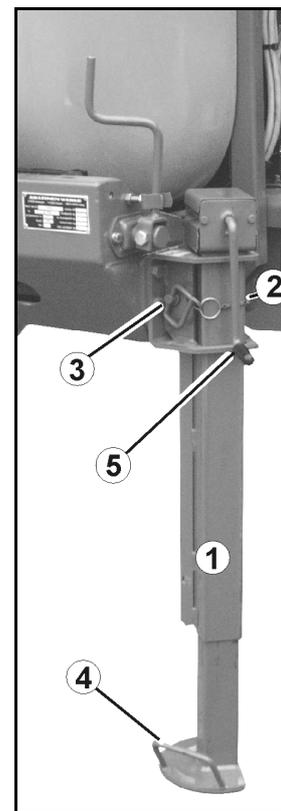

Рис. 41
### Опора с рукояткой (Рис. 41/1):
2. Вытяните палец (Рис. 41/3).
3. Поднимите/опустите опору за ручку (Рис. 41/4).
5. С помощью рукоятки (Рис. 41/5) опору
- полностью поднимите (Рис. 41/5).